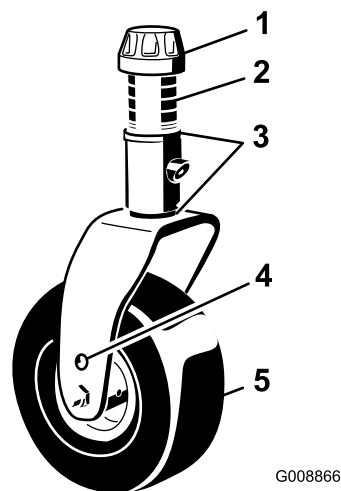

Figura 17
4. Retire el casquillo tensor del eje y deslice el eje fuera del brazo de la rueda giratoria (Figura 17).